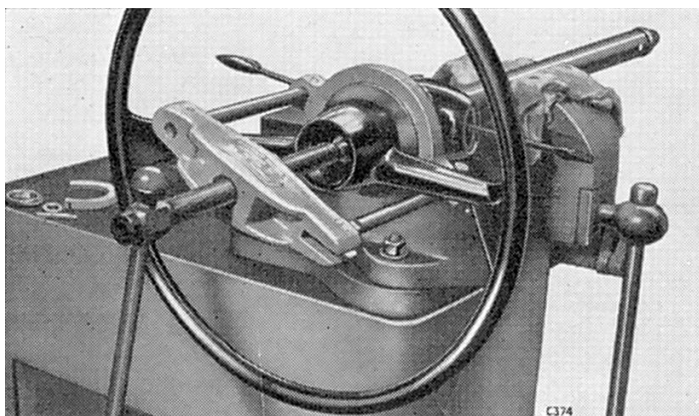

Fig. 25. Utilisation de l'outil N° S3600 pour la dépose du volant
5. Tenir la colonne (39) dans un étau dont les mâchoires ont été protégées, et enlever l'écrou (62) et l'attache (60). Employer un outil extracteur comme indiqué Fig. 25 pour retirer le volant de la colonne.